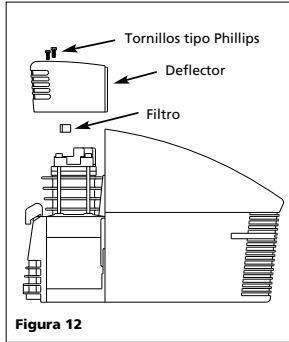

Figura 12
- Drene el tanque diariamente: Abra las llaves de drenaje y vire la unidad un poco para drenar la humedad de los tanques (Vea la Figura 12). Cerciórese de cerrar las llaves bien antes de operar el compresor. Ésto evita que los tanques se oxiden y la presencia de residuos de aceite y humedad en el aire comprimido.